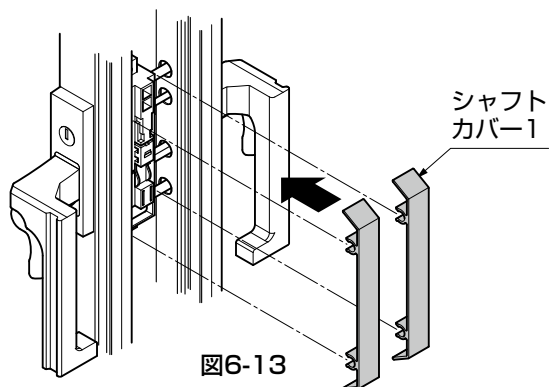
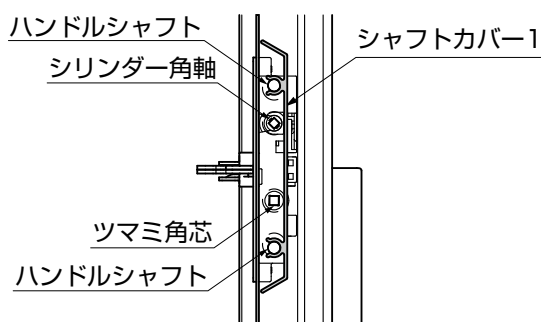

図6-13
図6-14
- ①錠（掛け側）の框の裏側に、シャフトカバー1を横からカチッというまで押込んでください。（図6-13、図6-14参照）